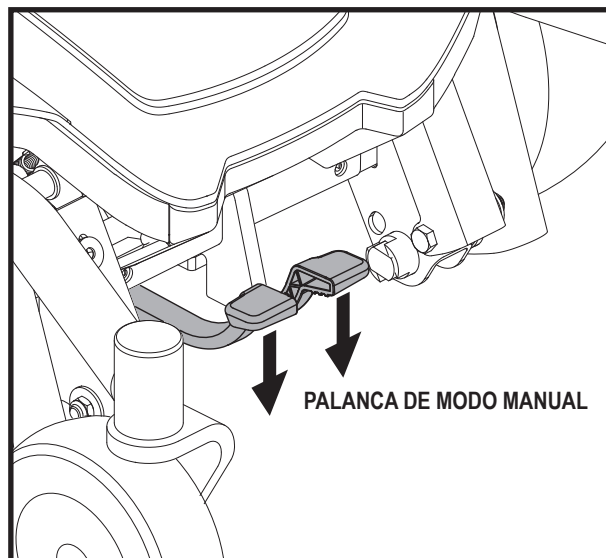

Figura 5. Modo manual (motor desactivado)
3. Empuje las palancas hacia abajo para desactivar los motores (modo manual). Ver figura 5.